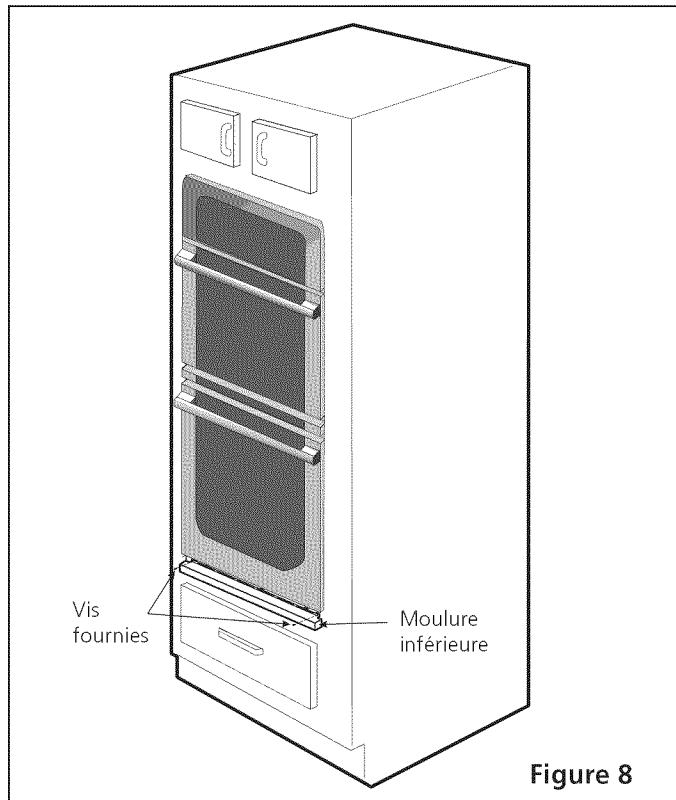

Figure 8
- 7 Installez maintenant la moulure décorative inférieure avec les vis fournies avec l'appareil (Figure 8).